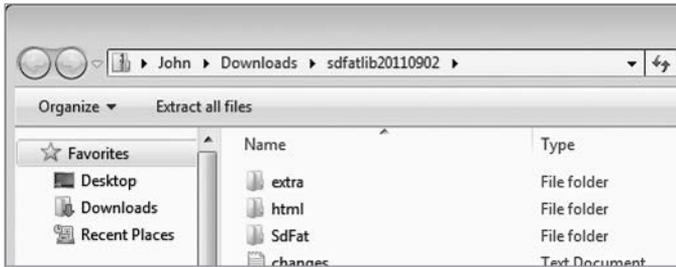
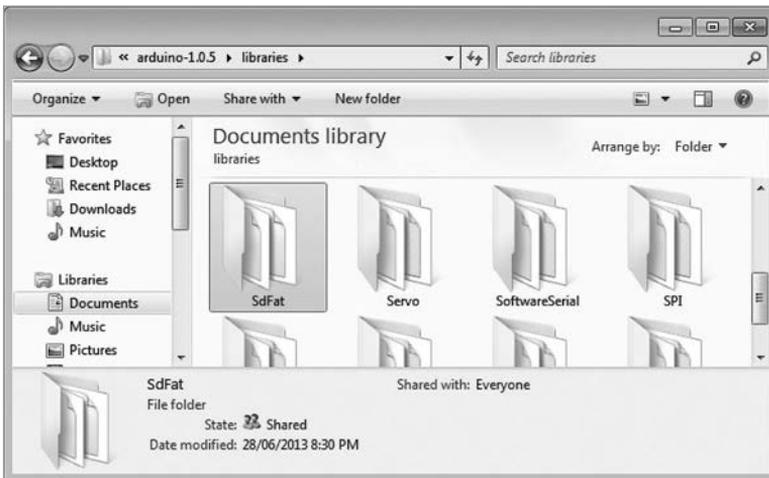

Рис. 8.19. Папка с загруженной библиотекой
Рис. 8.20. Завершение установки библиотеки
1. Когда загрузка завершится, откройте загруженный архив и найдите в нем папку *SdFat*, как показано на рис. 8.19.
2. Скопируйте папку *SdFat* из окна, изображенного на рис. 8.19, в папку *Arduino/libraries*, как показано на рис. 8.20.